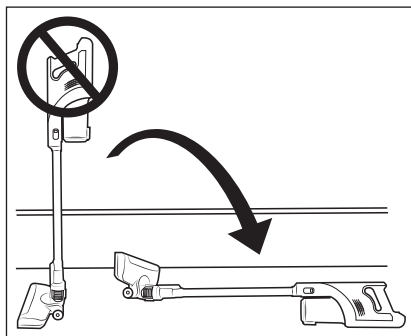

Fig. 9
- Les orifices d'aspiration de l'appareil et de la brosse de sol ②②, et le tube d'aspiration ②④ doivent être dégagés à tout moment et ne doivent pas être obstrués. Les obstructions entraînent une surchauffe et endommagent le moteur.
- Assurez-vous que le filtre EPA ⑤ est toujours correctement placé avant d'utiliser l'appareil.
- Ne placez pas l'aspirateur à la verticale si vous souhaitez le poser entre-temps ou ne plus l'avoir en main. Placez pour cela l'aspirateur dans le support mural ⑱ ou posez-le sur le sol (voir fig. 9 et 10). L'aspirateur risque sinon de basculer à cause de son centre de gravité haut et d'être endommagé et, dans certaines circonstances, d'endommager d'autres objets en se renversant.